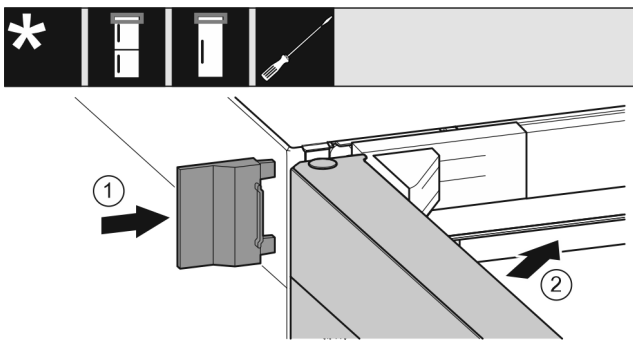

Fig. 21
- ▶ Enfiler le cache extérieur. *Fig. 21 (1)*
- ▶ Fermer la porte supérieure. *Fig. 21 (2)*